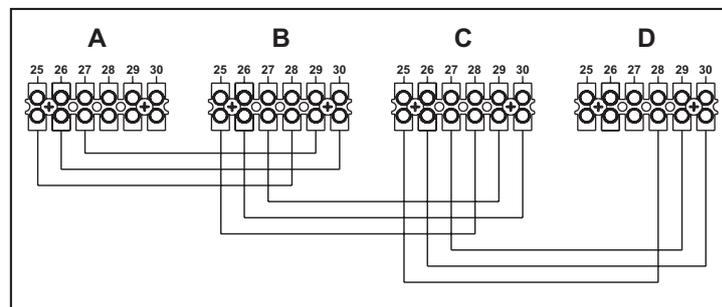

fig. 32 - Conexión en cascada
1. Conectar los módulos como se indica en fig. 32 (ejemplo con 4 módulos)
Si el funcionamiento no es correcto, desconectar la alimentación eléctrica y controlar el cableado en fig. 32.